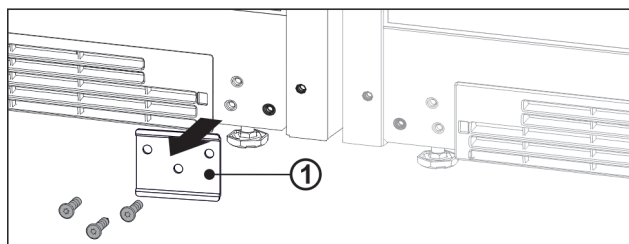

Fig. 14
- ▶ Якщо встановлено металеву накладку Fig. 14 (1), відкрутіть її.